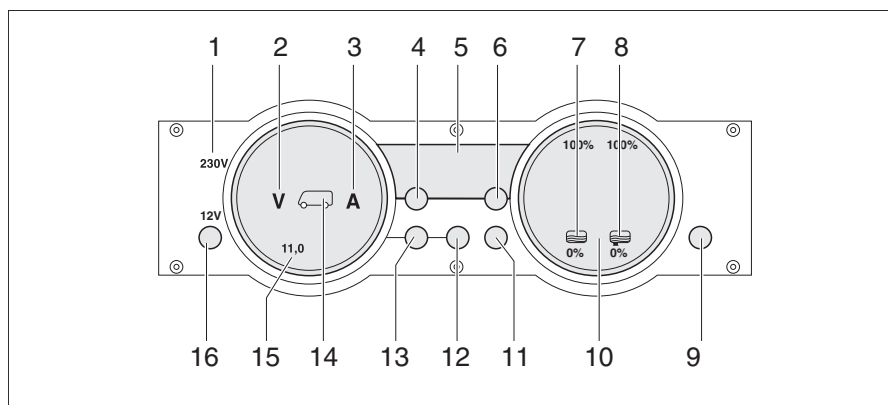

Fig. 246 Panneau de contrôle MP 20-S
Le voyant de contrôle 230 V (Fig. 246,1) s'allume si l'arrivée du bloc électrique est sous tension de réseau.
L'interrupteur principal 12 V (Fig. 246,16) établit ou coupe le panneau de contrôle et l'alimentation 12 V de la cellule.
- Appuyer brièvement sur la touche "12 V" (Fig. 246,16). L'alimentation 12 V de la cellule est enclenchée. L'indicateur de contrôle "12 V" s'allume.
- ▷ La tension de la batterie de cellule est trop faible quand les DEL "11,0" de l'affichage en Volt et le symbole Volt "V" (Fig. 246,2) clignotent dans l'indicateur des batteries (Fig. 246,15) après la mise sous tension. Charger la batterie.
- ▷ La coupure de batterie est active quand l'indicateur de contrôle "12 V", le symbole de la batterie de cellule (Fig. 246,14) et le symbole Volt "V" (Fig. 246,2) clignotent trois fois après la mise sous tension. Désactiver la coupure de batterie.
- Appuyer brièvement sur la touche "12 V" (Fig. 246,16). L'alimentation 12 V de la cellule est coupée. L'indicateur de contrôle "12 V" s'éteint.
- Appuyer sur la touche batterie de cellule (Fig. 246,12) et la maintenir enfoncée pendant 10 secondes environ. Les symboles Volt "V" (Fig. 246,2) et Ampères "A" (Fig. 246,3) clignotent trois fois. La batterie de cellule est coupée du réseau de bord de 12 V.
- Appuyer sur la touche "12 V" (Fig. 246,16) et la maintenir enfoncée pendant 5 secondes environ. Le symbole Volt "V" (Fig. 246,2) clignote trois fois. La batterie de cellule est branché au réseau de bord 12 V. L'indicateur de contrôle s'allume au bout d'env. 2 secondes.
- Appuyer sur la touche de la batterie de cellule «  » (Fig. 246,12). Le symbole Volt "V" (Fig. 246,2) s'allume. Le symbole Ampères "A" est, suivant son niveau de charge, blanc ou rouge. La tension de la batterie et le courant de la batterie de cellule sont affichés au moyens de DEL à l'intérieur de l'indicateur.
- Appuyer sur la touche de la batterie de démarrage «  » (Fig. 246,13). Le symbole Volt "V" (Fig. 246,2) s'allume. Des DEL à l'intérieur de l'indicateur indiquent la tension de la batterie de démarrage.
- Appuyer sur la touche des réservoirs «  » (Fig. 246,11). Les symboles réservoir d'eau «  » (Fig. 246,7) et réservoir d'eaux usées «  » (Fig. 246,8) s'allument. Des DEL à l'intérieur de l'indicateur indiquent le niveau du réservoir d'eau (échelle de gauche) et celui du réservoir d'eaux usées (échelle de droite).
Le symboles Volt "V" (Fig. 246,2) et les DEL "11,0" clignotent dès que la tension de la batterie descend en dessous de 11 V (mesurée en marche) et qu'il y a risque de décharge profonde de la batterie.
Le symbole du réservoir d'eau  (Fig. 246,7) ou celui du réservoir d'eaux usées  (Fig. 246,8) clignote quand le réservoir d'eau est vide ou que le réservoir d'eaux usées est plein.